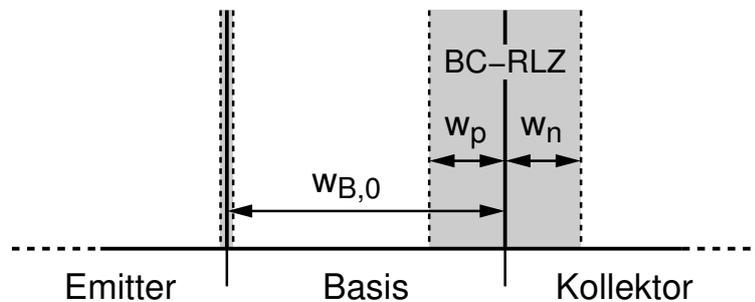

Abbildung 3.1: Schematischer Aufbau des Bipolartransistors.
- 3.1 Der Transistor wird in einen Arbeitspunkt im normal-aktiven Bereich gebracht: die Basis-Emitter-Spannung beträgt $U_{BE} = 900 \text{ mV}$, und die Kollektor-Emitter-Spannung $U_{CE1} = 2,8 \text{ V}$. Der schematische Aufbau des Transistors ist in Abb. 3.1 dargestellt. Die Ausdehnung der Basis-Kollektor-Raumladungszone (BC-RLZ) in das Basisgebiet hinein beträgt im angegebenen Arbeitspunkt $w_p = 15 \text{ nm}$. Die Basis-Emitter-RLZ soll vernachlässigt werden.